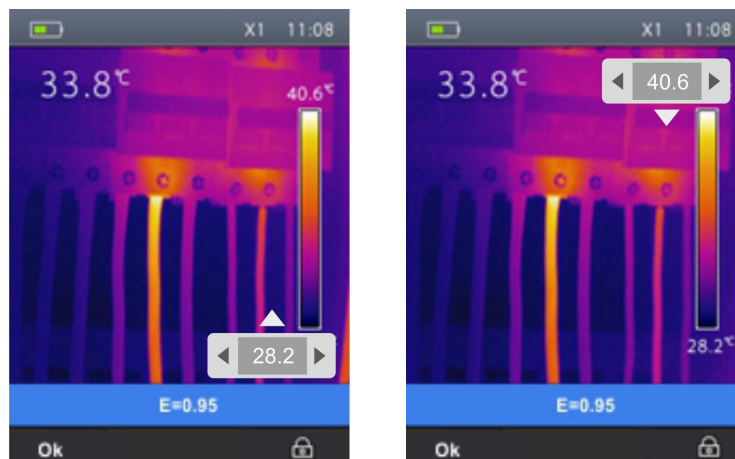

Abb. 23: Auswahl des Einstellmodus der Temperatur des Bildes
2. Drücken und halten Sie die Taste für 2 Sekunden. Die folgende Bildschirmseite (siehe Abb. 23 – Linke Seite) erscheint im Display.
3. Drücken Sie die Taste, um zur vorherigen Ebene der Farbpalette zu gelangen (siehe Abb. 23 – Rechte Seite).